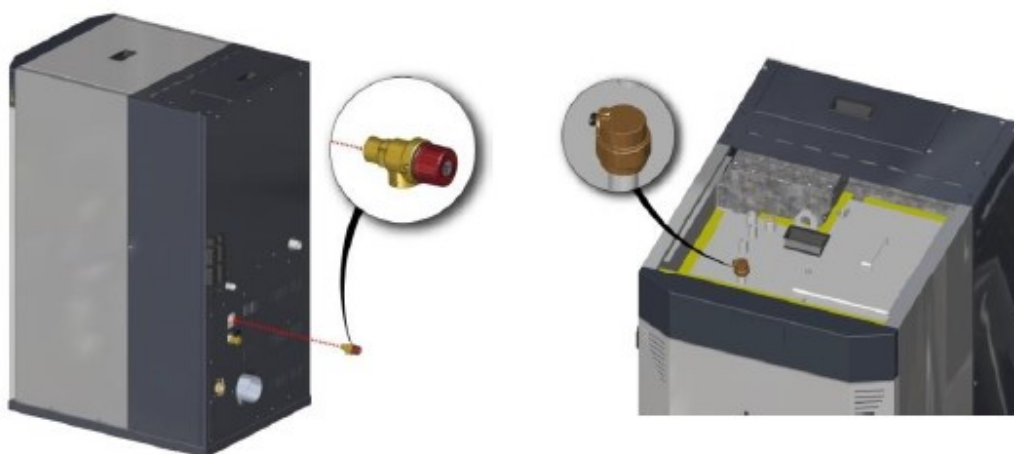

Figura 7 Asamblarea elementelor de siguranta
Supapa de siguranta de presiune indicata in figura 7 din stanga
- **Dezaeratorul, prezentat in figura 7 din dreapta**